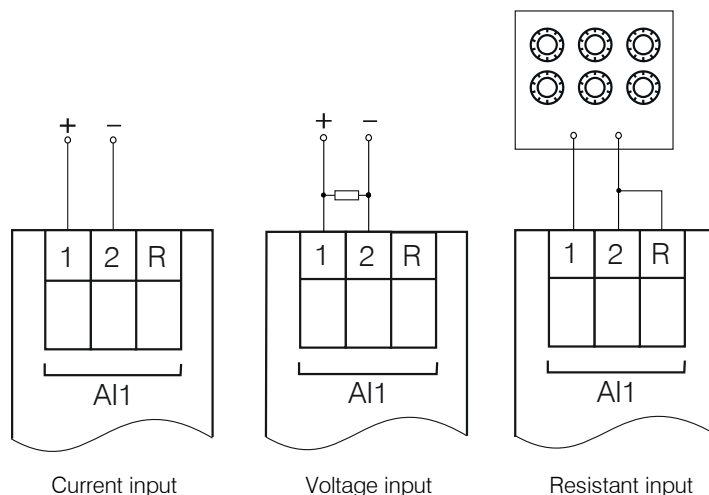

Fig. 6.1 Connexion de la source de signal de référence à une entrée
1. Pour calibrer une entrée, il faut y connecter la source de signal de référence (Fig. 6.1).